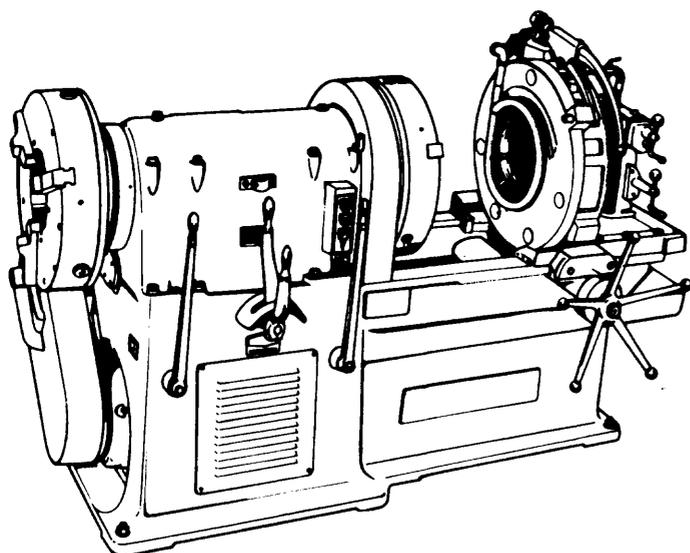

Fig. 5
*MÁQUINA DE ROSCAR 8R (fig. 5)*